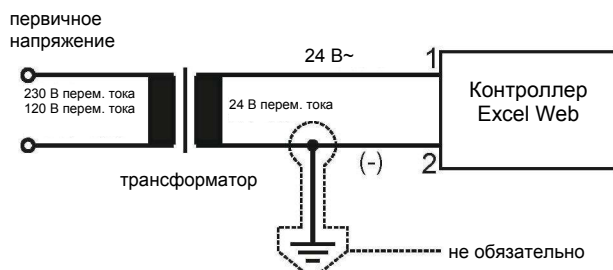

Рис. 12. Подключение Excel Web
- Несколько контроллеров Excel Web могут получать питание от одного трансформатора. В этом случае Вам следует убедиться в том, что клемма 1 каждого из контроллеров Excel Web подключена к источнику питания 24 В, а клемма 2 подключена к полюсу "минус" (опционально, клемму 2 можно дополнительно заземлить) (см. также Рис. 12).
- В том случае, если Вы хотите подключить один из контактов 24 В переменного тока к заземлению, это следует сделать через клемму 2 нижней съемной клеммной колодки (см. также Рис. 12).